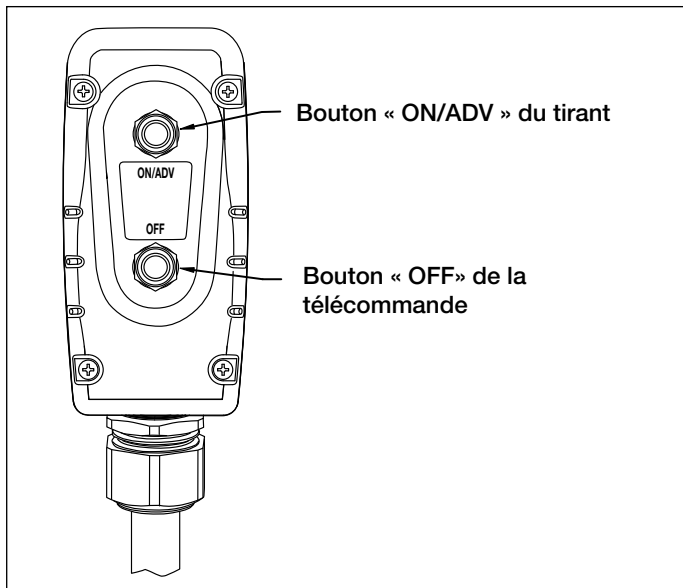

Figure 8, Boutons du tirant
5.2 Fonctionnement de la commande à distance (Voir figure 8)
5. Pour démarrer la pompe, appuyer sur la touche « ON/ADV » sur la commande à distance. Voir Figure 8. Le moteur démarrera automatiquement, et la clé dynamométrique commencera à tourner. La clé avancera tant que la touche est maintenue enfoncée.